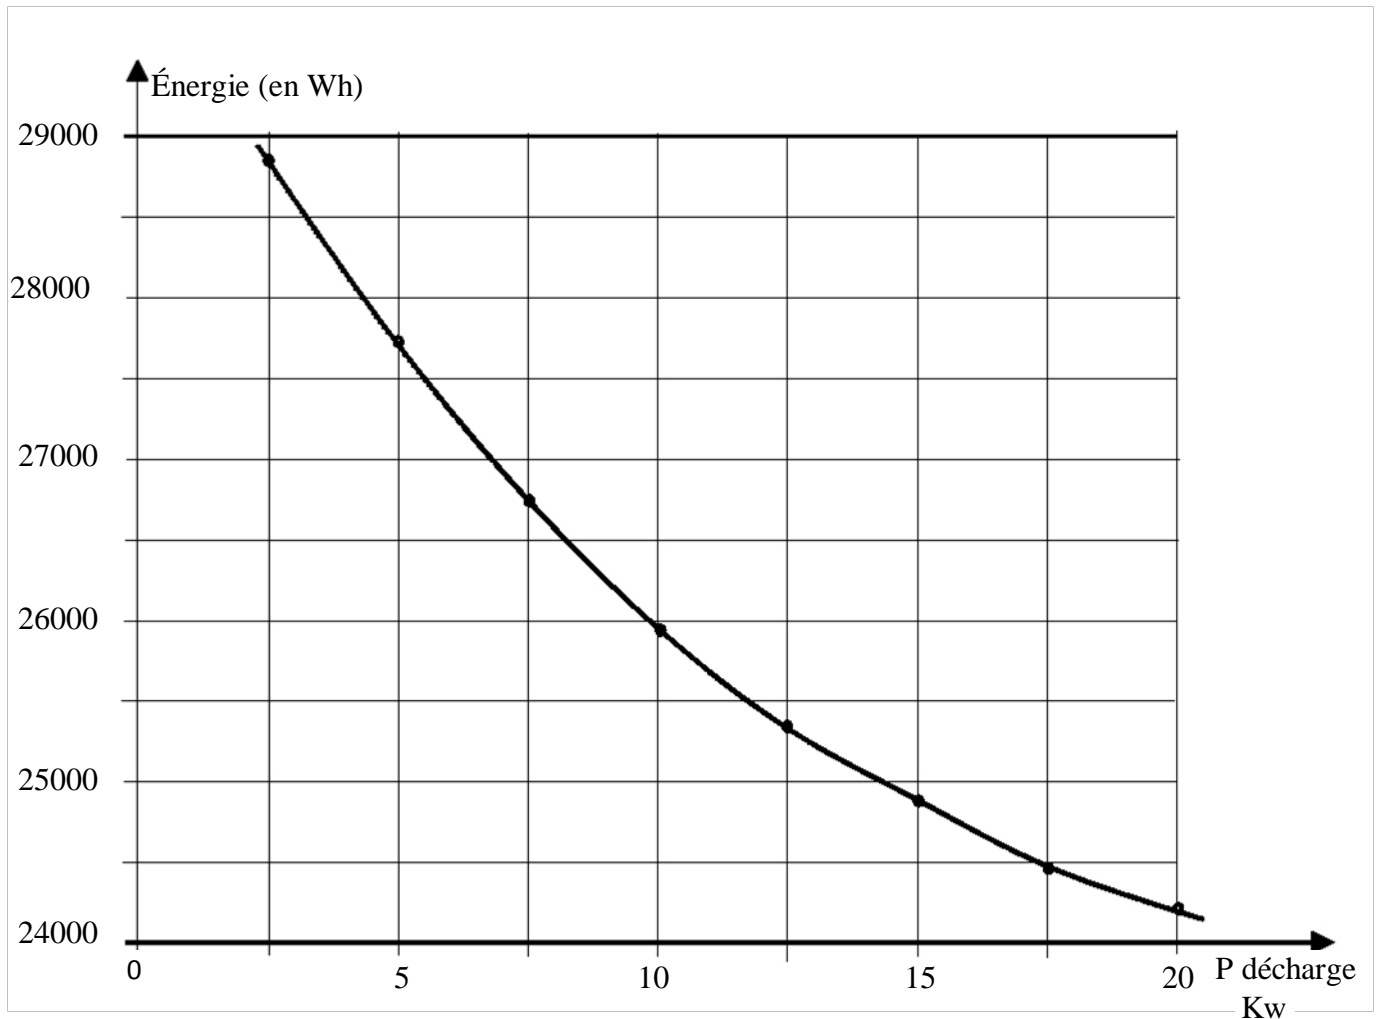

Figure A.2
L'énergie disponible dans la batterie dépend de la température et de la puissance qu'elle débite. La figure A.2 présente pour 23 °C la caractéristique de l'énergie (Wh) de la batterie en fonction de la puissance de décharge (à décharge constante).
- A.6.** Calculer l'énergie disponible dans la batterie en fonction des vitesses de rotation du moteur de 4000 à 8000 tr/mn en utilisant la figure A.2. Présenter les résultats dans le tableau du document réponse **REP.A.1**.